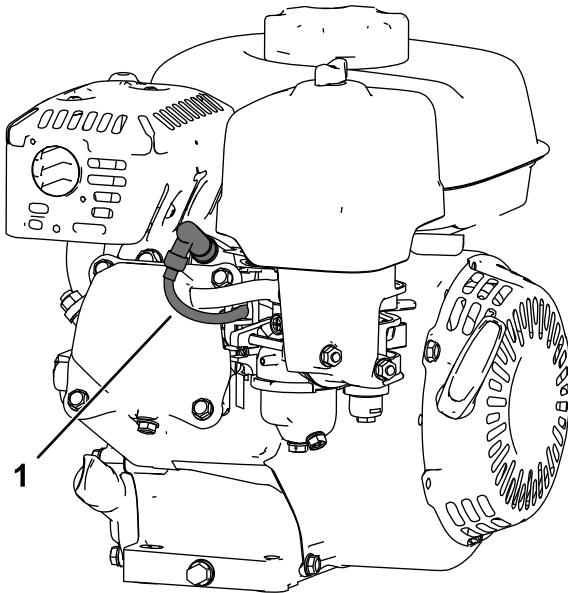

Рисунок 15
5. Отсоедините провод свечи зажигания (Рисунок 15).